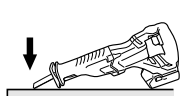
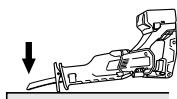

Fig. 29
Fig. 30
Cet outil vous permet de procéder à un sciage en plongée sur des panneaux de contreplaqué et des panneaux de bois mince. Le sciage en plongée s'effectue en toute facilité avec la lame installée à l'envers, comme illustré aux Fig. 30, 32 et 34. Utiliser une lame aussi courte et épaisse que possible. Il est recommandé d'utiliser la lame BIMETAL 725362 mentionnée dans la page 49. Procéder avec précaution pour effectuer la coupe de poche et observer les procédures suivantes.
- (1) Appuyez la partie inférieure (ou la partie supérieure) du socle contre le matériau. Tirer sur la gâchette tout en maintenant l'extrémité de la lame éloignée du matériau. (Fig. 29, Fig. 30)